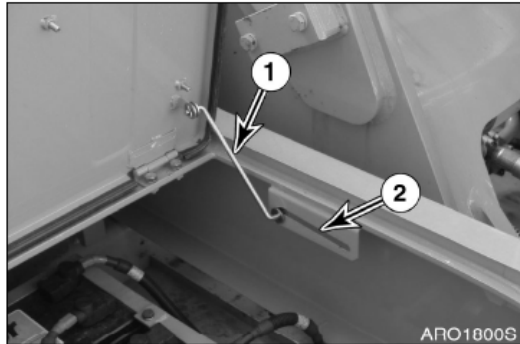

Figura 103
Abra la puerta e introduzca la varilla (1, Figura 103) en la ranura (2) hasta que quede bloqueada al final de la misma.